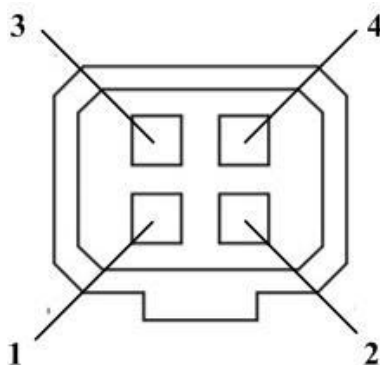

Figura 1-10 Interfaz de diafragma automático
- El tipo de interfaz de diafragma automático se muestra en la Figura 1-10 y, a continuación, se muestra la definición de cada pin: